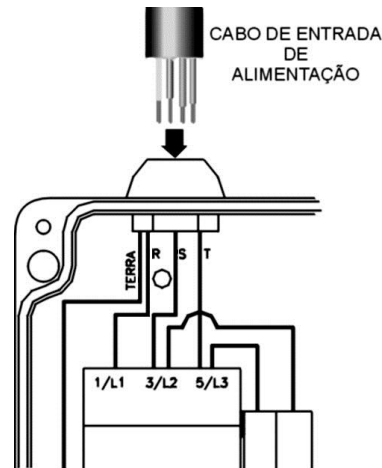

Figura 4c
- Conecte o cabo da entrada de alimentação na caixa do painel elétrico conforme Figura 4c. Certifique-se que a tensão presente nos terminais do cabo de alimentação está compatível com a